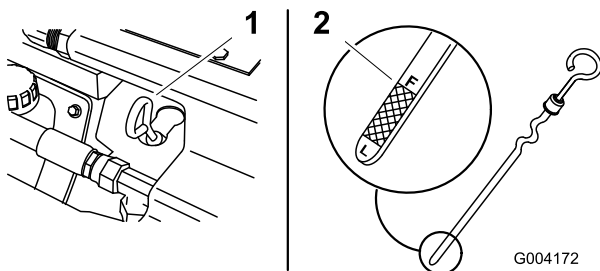

Figura 9
4. Limpie alrededor de la varilla de aceite (Figura 9).
5. Retire la varilla y limpie el extremo metálico (Figura 9).
6. Introduzca la varilla a fondo en el tubo de la varilla (Figura 9).